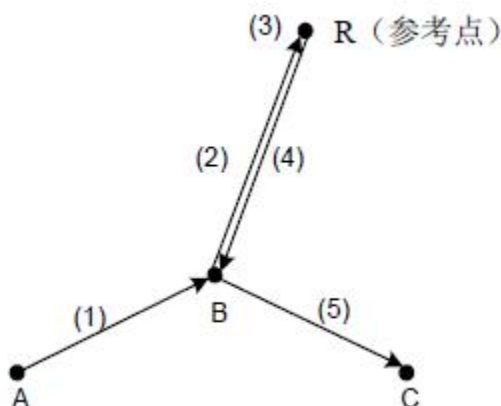

图 3-3-1-1
1、G28 程序段的动作可分解成如下(参见图 3-3-1-1):